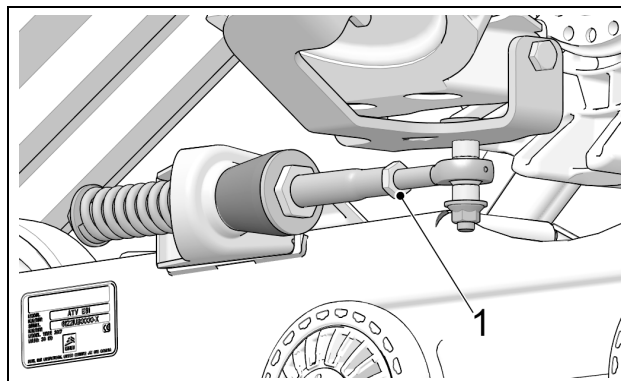

Figure 15
- Ressermer le contre-écrou (1) à un couple de 40 N•m (30 lb•pi). Voir Figure 15.